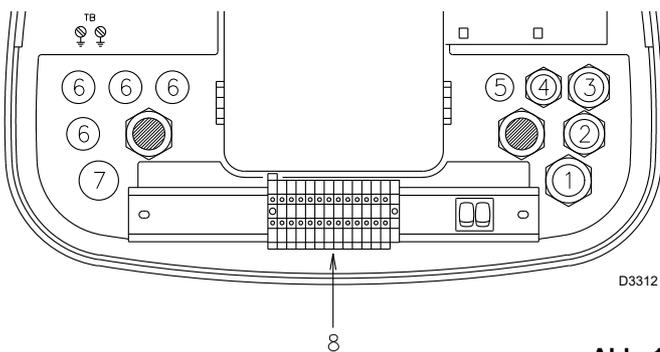

Abb. 14
- falls unter Gummiummantelung den Typ H05 RR-F verwenden. Alle, an das Klemmenbrett 8)(Abb. 14) des Brenners zu schließenden Kabel müssen durch die entsprechenden Kabeldurchgänge geführt werden.